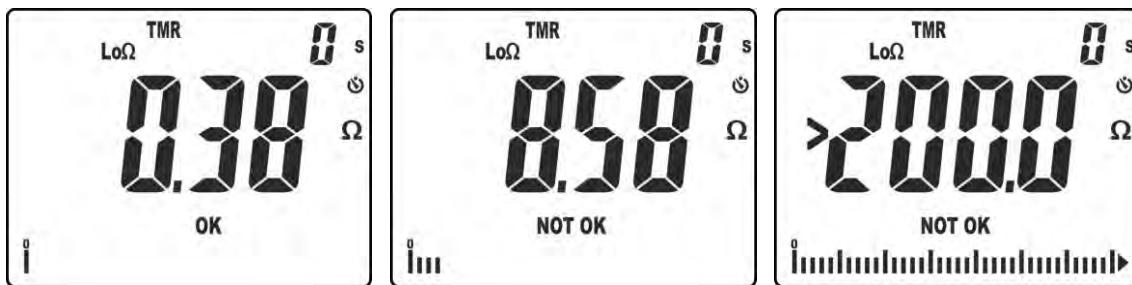

Abb. 31: Ergebnisse der Durchgangsprüfung im Betriebsmodus TMR
10. In der Abb. 31 – linke Seite wird ein positives Ergebnis "OK" vom Test angegeben (Wert niedriger als der eingestellte Grenzwert und Teststrom >200mA). In der Abb. 31 – Mitte wird ein negatives Ergebnis "NOT OK" vom Test angegeben (Wert höher als der eingestellte Grenzwert und Teststrom <200mA). In der Abb. 31 – rechte Seite wird ein negatives Ergebnis "NOT OK" vom Test angegeben, Messwert höher als der Messbereich (Symbol ">200.0").